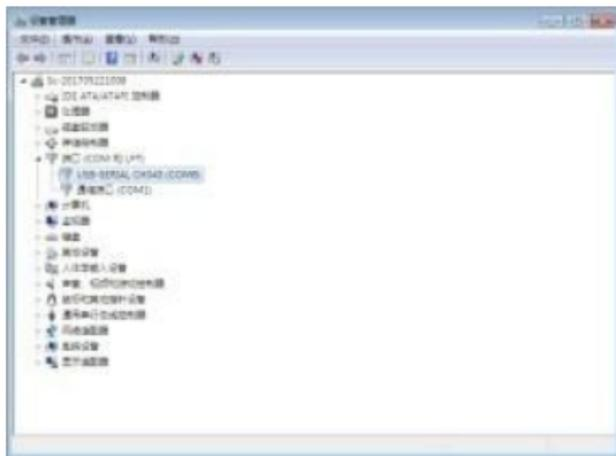

图 34 检查分配端口
- d) 检查分配的端口:设备名称是 USB—SERIAL CH340.以 COM6 (图 34) 为例：